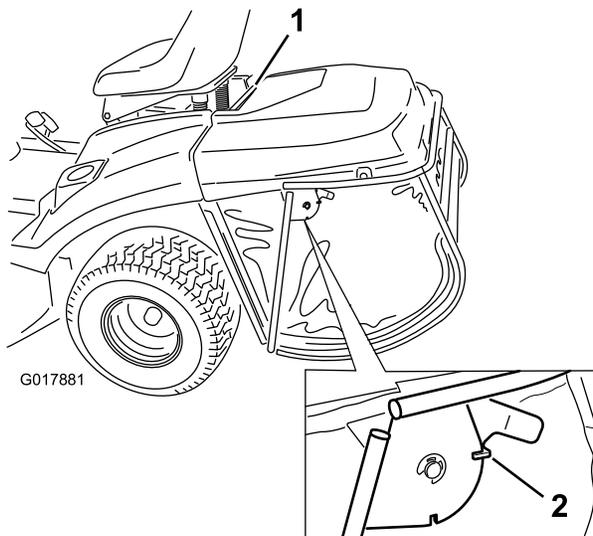

Figura 37
1. Bloquee el cierre de bloqueo del recogedor (Figura 37).